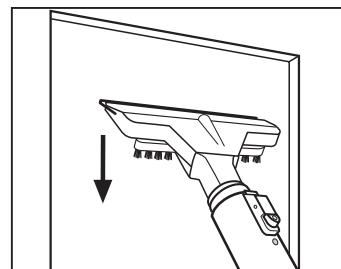

Fig. 11
- apretar la rasqueta en goma sobre la superficie y aspirar el agua presente efectuando movimientos rectilíneos verticales hacia abajo (**Fig. 11**).